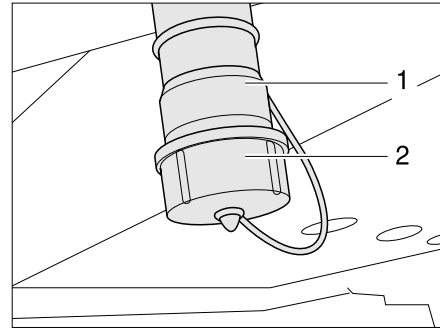

Bild 154 Wasser-Ablaufstutzen
Eine Abdeckkappe (Bild 154,2) verschließt den Wasser-Ablaufstutzen (Bild 154,1).
An den Wasser-Ablaufstutzen (Bild 154,1) kann eine Schlauchleitung angeschlossen werden.
- Abdeckkappe (Bild 154,2) am Wasser-Ablaufstutzen (Bild 154,1) durch eine viertel Umdrehung im Uhrzeigersinn entriegeln und abnehmen.
- Geeigneten Ablaufschlauch an den Wasser-Ablaufstutzen (Bild 154,1) montieren oder geeigneten Auffangbehälter unter den Wasser-Ablaufstutzen stellen.